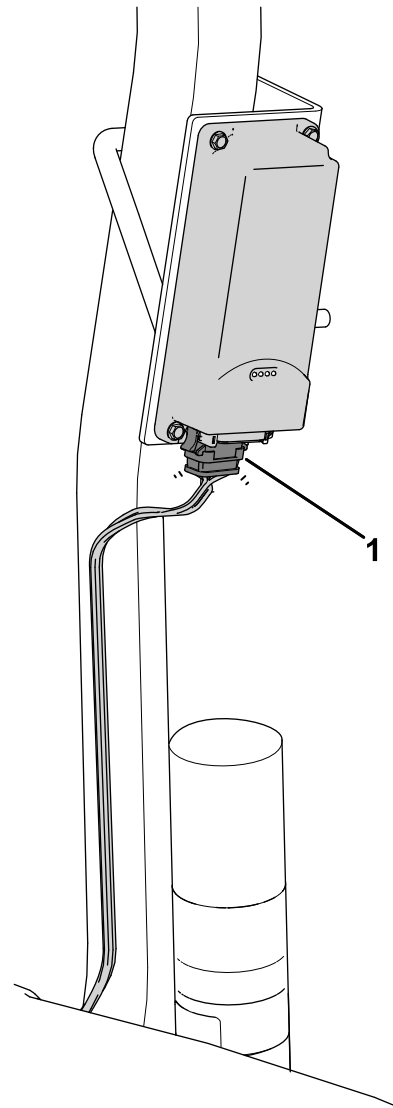

Figure 9
3. Branchez le connecteur étiqueté P02 du faisceau de câblage du dispositif télématique sur le dispositif télématique (Figure 9).